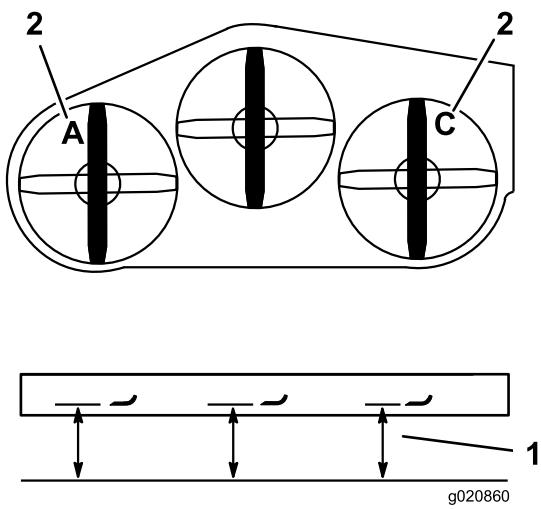

Figura 85
3. Mida la cuchilla izquierda en la posición **A** desde una superficie nivelada hasta el filo de corte de la punta de la cuchilla, y anote esta medida (Figura 85).
4. Mida la cuchilla izquierda en la posición **C** desde una superficie nivelada hasta el filo de corte de la punta de la cuchilla, y anote esta medida (Figura 85).
3. Mida la cuchilla derecha en la posición **C**, desde una superficie nivelada hasta el filo de corte de la punta de la cuchilla, y anote esta medida (Figura 85).